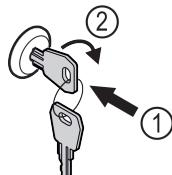

Fig. 46 Примерное изображение
- Вставьте ключ Fig. 46 (1).
- Поверните ключ на 90° по часовой стрелке Fig. 46 (2).